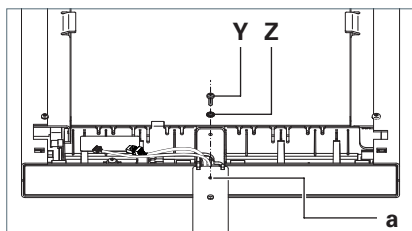

Fig. 12: Sécuriser la tête du luminaire.
- Vissez fermement la vis **Y** avec la rondelle crantée **Z** dans le trou **a** du tube porteur, voir Fig. 12.